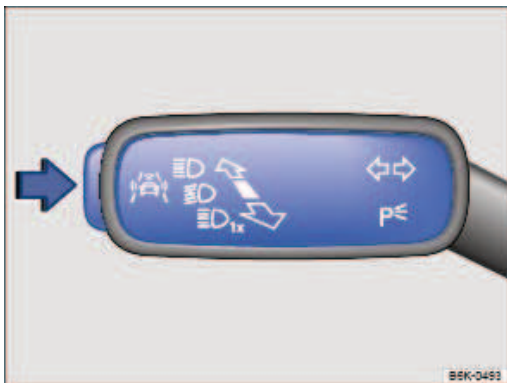

Fig. 24 Sur le levier des clignotants et de l'inverseur-codes, à gauche sur la colonne de direction : touche des systèmes d'aide à la conduite
- Appuyez sur la touche → *Fig. 24* dans le sens de la flèche pour accéder au menu Assistants.